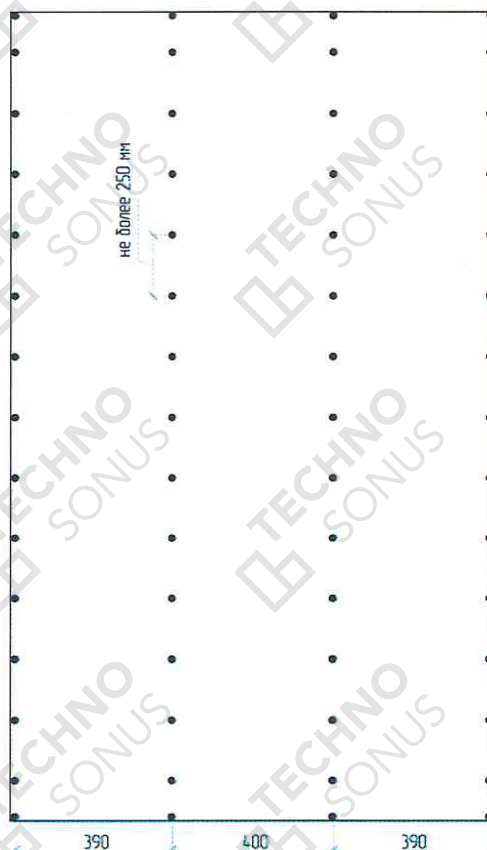

Рисунок 20 - Схема расположения саморезов на финишном слое АкустикГипс ГКЛЗ
6.15. Установить и закрепить финишный слой листов АкустикГипс ГКЛЗ. Шаг саморезов не более 25 см по вертикали (рисунок 20). Первый лист не должен начинаться с утоненной кромки и не должен заканчиваться ей же. Вертикальная стыковка листов АкустикГипс ГКЛЗ возможна только по утоненной кромке. Не допускается стыковка утоненной кромки и отрезного края. Швы между листами не заполняются виброакустическим герметиком Сонетик. Для фиксации финишного (второго) слоя АкустикГипс ГКЛЗ применяются саморезы ТС-XTN F 3,9x50. Шляпка самореза не должна быть утоплена в слой гипса более чем на 1 мм. Саморезы должны отстоять от края торцевой кромки листов на расстоянии не менее 15 мм и продольной (горизонтальной, утоненной) кромки – не менее 10 мм.